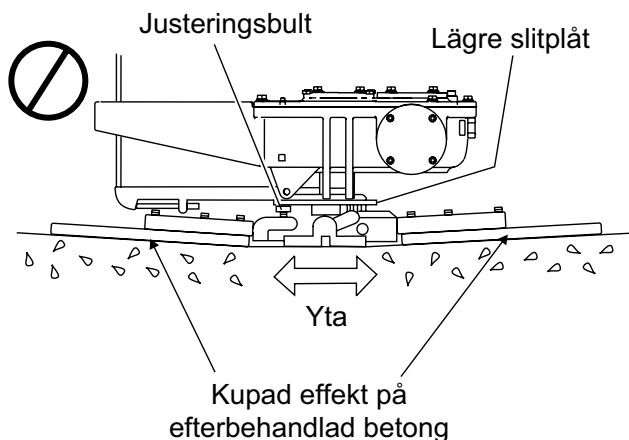

Bild 35. Felaktig justering av spindelplatta
2. Vinkla bladen så platt som möjligt. Justeringsbultarna bör alla nått och jämnt vidröra den lägre slitageplattan på spindeln. Om en inte vidrör, är justering nödvändig. (bild 35).
Bild 35 illustrerar, "felaktig justering", slitna spindelbussningar eller böjda glättararmar. Kontrollera att justeringsbulten knappt berör (0,10 tum max. frigång) den lägre slitageplattan. Alla justeringsbultar bör placeras på samma avstånd från den lägre slitageplattan.